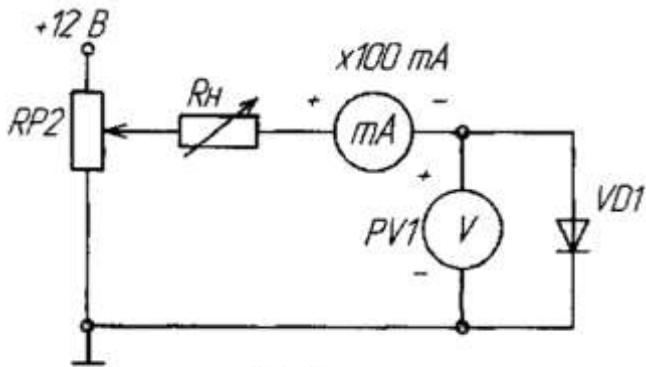

Рис.2
1) собрать схему для исследования выпрямительного диода на постоянном токе в соответствии с принципиальной схемой рис. 2. Для измерения анодного тока включить миллиамперметр постоянного тока с пределом 100 мА. Для измерения анодного напряжения использовать мультиметр. Последовательно с диодом включить токоограничивающий резистор R_n .
2) Снять вольт-амперную характеристику выпрямительного диода на постоянном токе для прямой ветви (рис. 2); для снятия характеристик регулировать напряжение на выходе потенциометра; результаты измерений занести в таблицу 1, по которой построить прямую ветвь ВАХ;